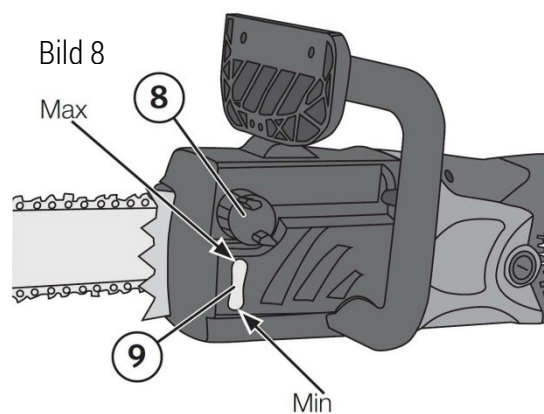

Bild 8
- Stellen Sie sicher, dass das elektrische Werkzeug unbeschädigt und betriebsbereit ist. Stellen Sie sicher, dass das Schmiersystem funktioniert und sich genügend Öl im Tank befindet (siehe Bild 8). Kettenöl nachfüllen, bevor die Funktion „MIN“ eingeschaltet wird. Wenn sich der Ölstand oberhalb dieser Markierung befindet, wird das Schmiersystem gut funktionieren. Prüfen Sie die Kettenschmierung wie folgt: Starten Sie die Kettensäge und halten Sie das Schwert (Führungsschiene) ungefähr 20 cm oberhalb des Baumstammes oder einem anderen hellen Hintergrund. Wenn das Schmiersystem sachgemäß funktioniert, gelangt etwas Öl auf die Sägekette und wird auf einem hellen Gegenstand sichtbar. Falls das Öl nicht sichtbar wird, muss die Ausgangsöffnung (siehe Bild 11, E) und obere Öffnung an der Führungsschiene (siehe Bild 12, B) gereinigt werden oder Sie wenden sich an eine Service-Werkstatt. Lesen Sie dazu 3.3 - *Sägekettenöl nachfüllen* und das Kapitel 3.5 - *Sägekette schmieren*).